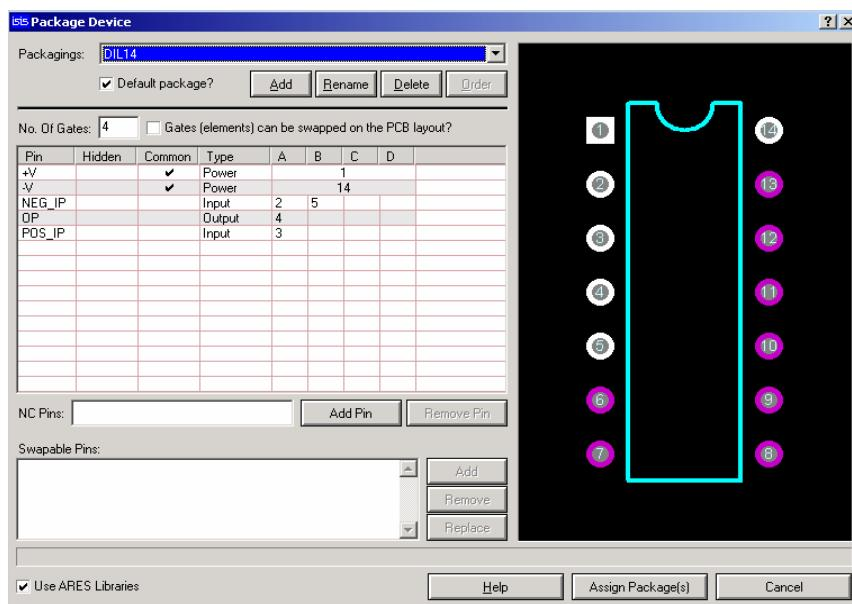

Figura 51: Janela *Package Device* para seleção e configuração do circuito interno do componente.
6. Abrirá a janela de configuração do packagings. Para adicionar o **package**, clique em ADD (**Edit Footprint**). Será apresentada a janela **Package Device**, como mostra a figura 51.
Na janela **Package Device**, figura 51, clicando em **Add**, acessa-se a janela da biblioteca do ARES, que é a biblioteca dos símbolos PCB.